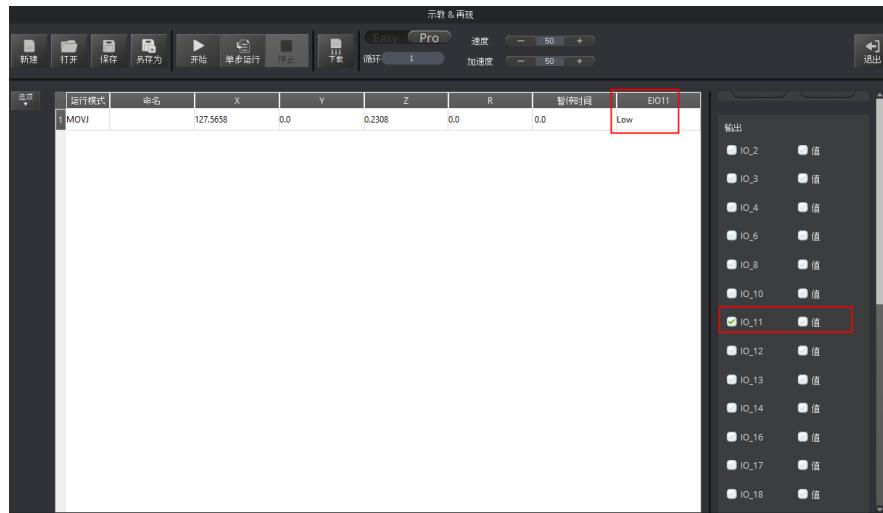

图 5.209 存点信息
- 步骤1 在“示教&再现”页面单击 **Easy** 图标，切换至高级功能页面，如图 5.209 所示。
- 步骤2 在“示教&再现”页面右下方的输出区域勾选“IO_11”，单击“存点”新增存点，如图 5.209所示。